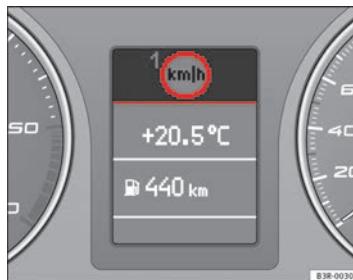

Fig. 56 Display: Controllo automatico della velocità
supera di 10 km/h quella programmata, viene emesso un segnale acustico. Contemporaneamente compare sul display un simbolo di avvertimento ⇒ fig. 56.
Sul display appare il simbolo della soglia di avvertimento 1 ⇒ pag. 86, fig. 56 quando si supera la velocità massima impostata. Riducendo la velocità al di sotto della soglia il simbolo scompare.
- Premere il tasto CHECK finché non appare il simbolo ⇒ pag. 86, fig. 56. ▶